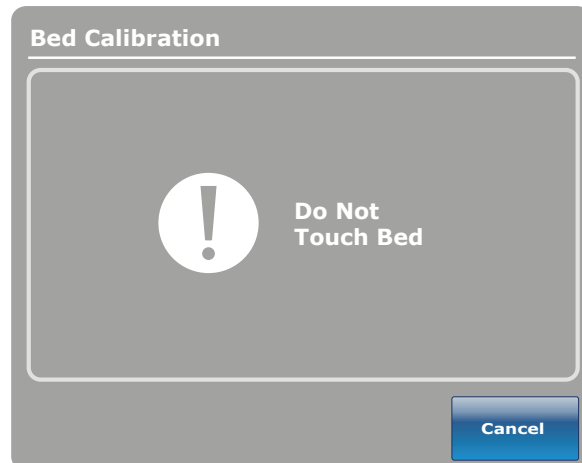

Afbeelding 7: Bedieningspaneel onrusttek hoofdeinde –
5. Zet het bed in de laagste stand. Druk tegelijk op de toetsen **Bedhoogte omlaag (Hoofdlift omlaag)** en **Anti-Trendelenburg (Voetlift omlaag)** (zie afbeelding 7).